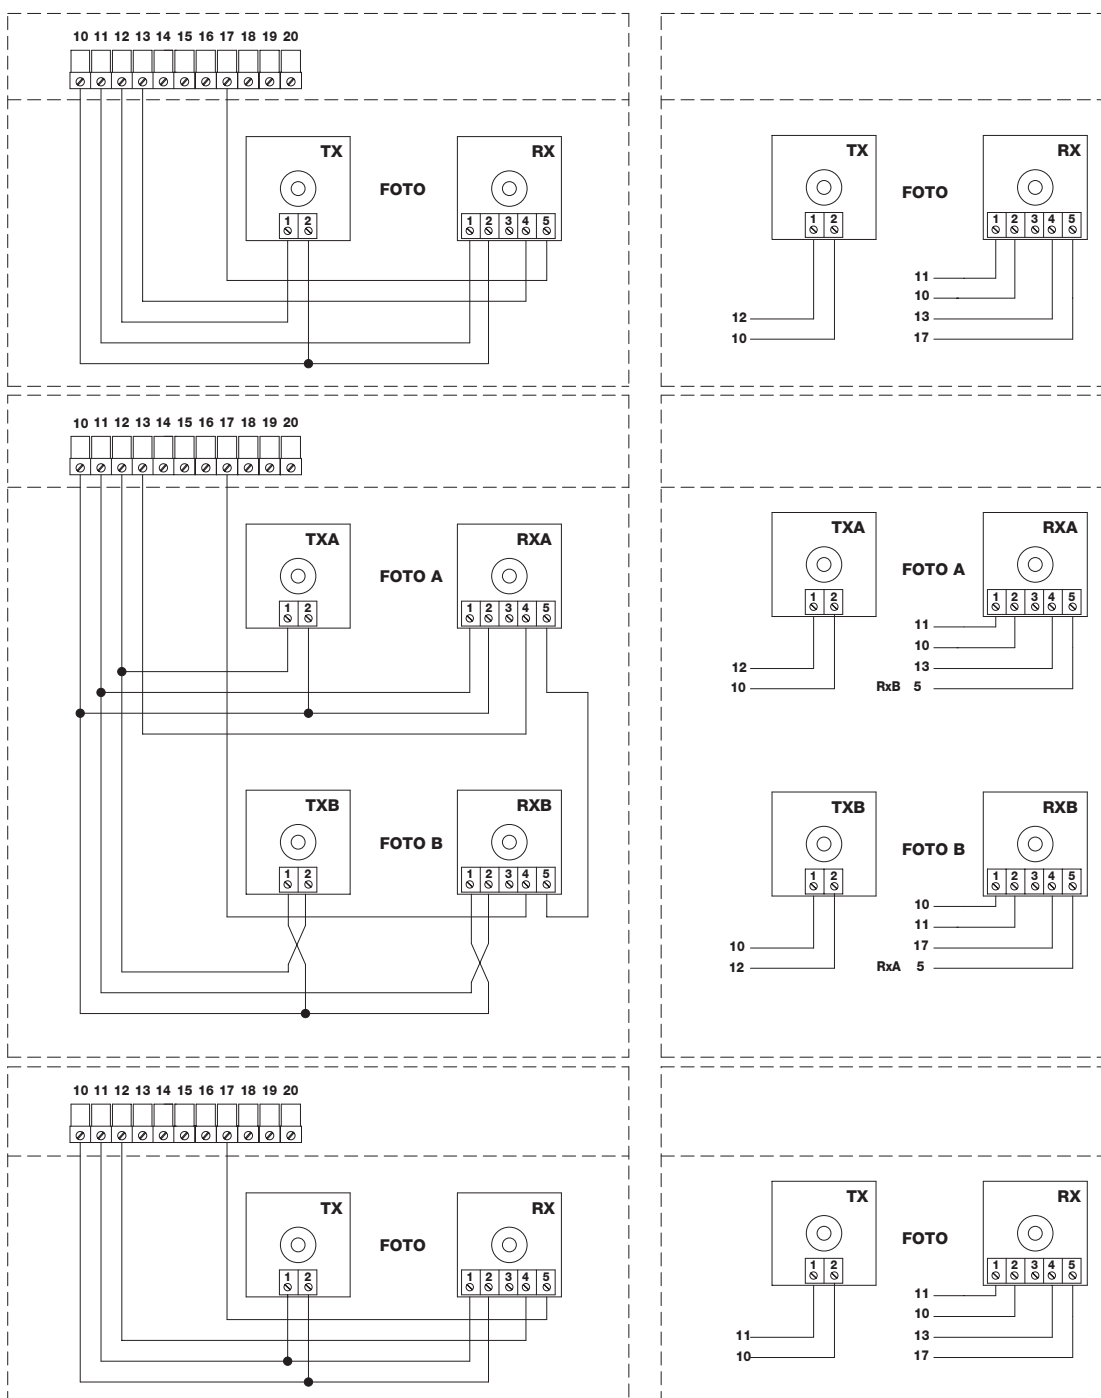

fig. 4a
- Conectar las fotocélulas, tal como se muestra en la **fig. 4a** (si se utiliza un par de fotocélulas solo) o como en la **fig. 4b** (si se utilizan 2 pares de fotocélulas). La alimentación de los transmisores de las fotocélulas no se toma directamente de la salida de los equipos auxiliares, sino de la salida "Fototest" entre los bornes 10-12. La corriente máxima que se puede utilizar en la salida "Fototest" es de 100mA.